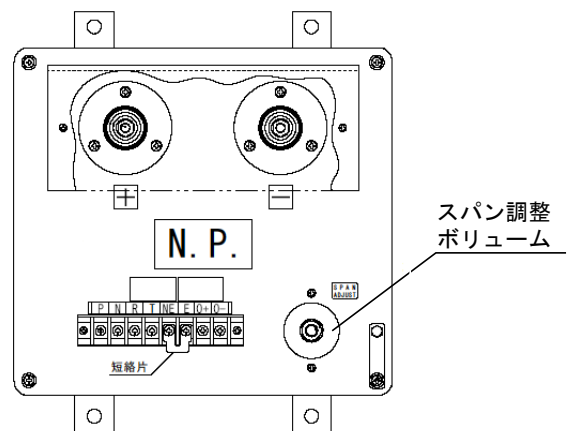

図6 スパン調整
c) 誤差の算出は下記の計算式にて行ってください。誤差が0.3% F.S以上ある場合は図6の「SPAN ADJUST(スパン調整)」ボリュームで調整して下さい。